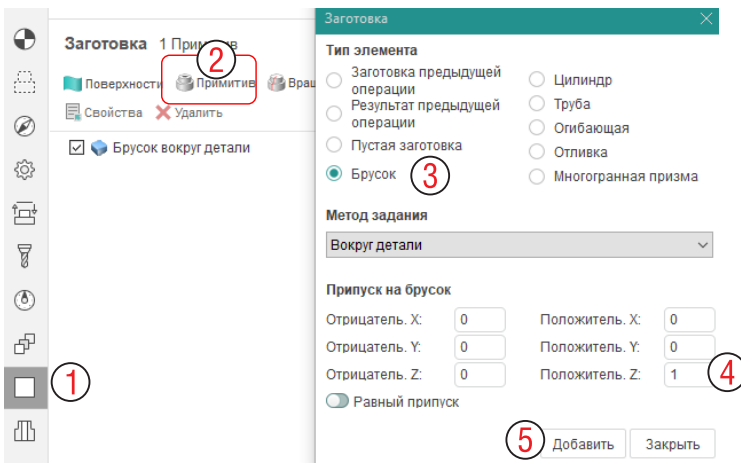

Рис. 3-3. Диалоговое окно задания заготовки.
На вкладке Заготовка (1 на рис. 3-3) задайте тип Прimitives (2), в новом диалоговом окне задайте Брусок (3) и припуск по +Z равным 1 (4). Нажмите Добавить (5).